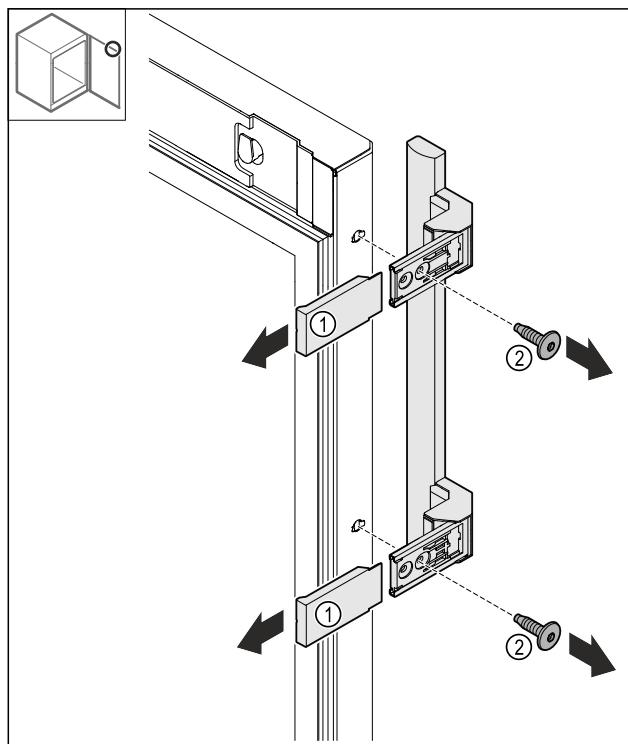

Fig. 24
- Свалете капаци Fig. 24 (1).
- Разхлабете винтовете Fig. 24 (2).